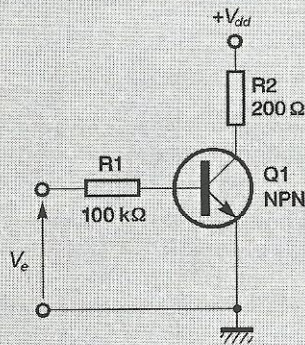

Figura 7.4. Esquema estructural de la aplicación número 3.
- 3) Considerando el esquema de la figura 7.4: